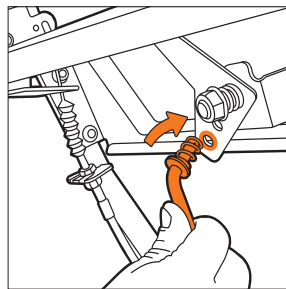

Рис. 21
- Подсоедините штангу к рычагу выбора передач на панели оператора (Рис. 21) и зашплинтуйте ее.